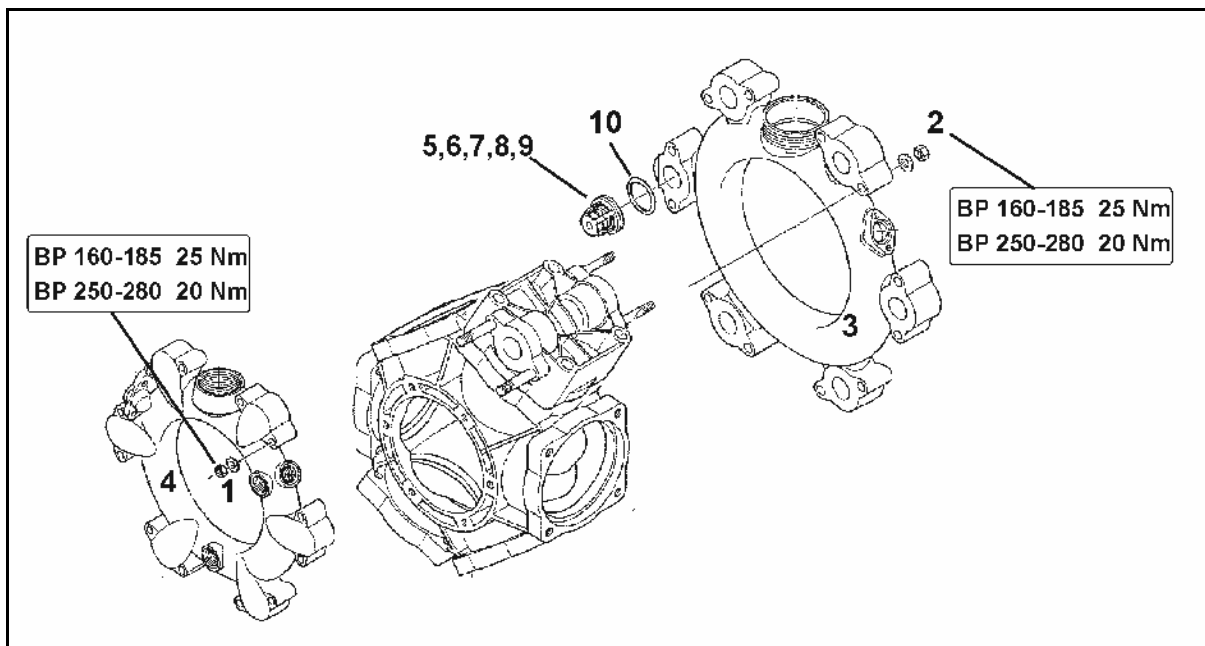

Fig. 142
4. Ventilgruppen (Fig. 142/5) afmonteres.
5. Det kontrolleres om ventilsæde (6), Ventil (7), ventilmfjeder (8) og ventilstyr (9) er beskadiget eller slidt.
6. O-Ringen (10) fjernes.
8. Efter at ventilgruppen (5) er kontrolleret og rengjort, monteres ventilgruppen igen.
9. Nye O-ringe (10) monteres.
10. Suge- (3) og trykkanal (4) monteres på pumpehuset.
- Det kontrolleres, at stempelmembranerne (8) fungerer upåklageligt mindst en gang årligt ved at afmontere dem.
- Læg mærke til, hvordan ventilerne på suge- og tryksiden er monteret, inden ventilgrupperne (5) afmonteres.